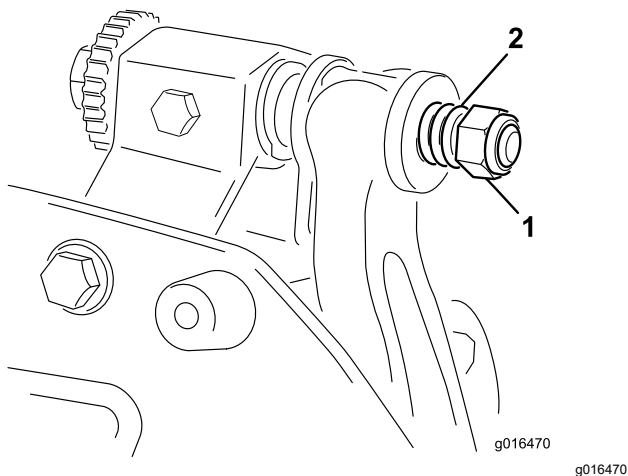

Figura 27
3. Amplasai o aibă din nailon pe fiecare parte a butucului plăcii laterale. Amplasai o aibă din oel în afara fiecărei aibe din nailon (Figura 27).
6. Strângei piulia pentru tensionarea arcului până când arcul este pliat, apoi deurubai-o jumătate de rotație (Figura 27).